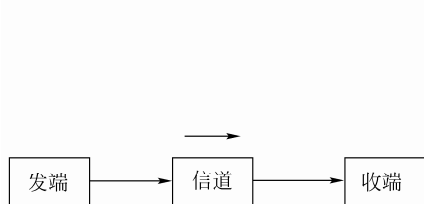

图 7-3 单工通信
① 单工 (Simplex): 指数据只能实现单向传送的通信方式，一般用于数据的输出，不可以进行数据交换，如图 7-3 所示。